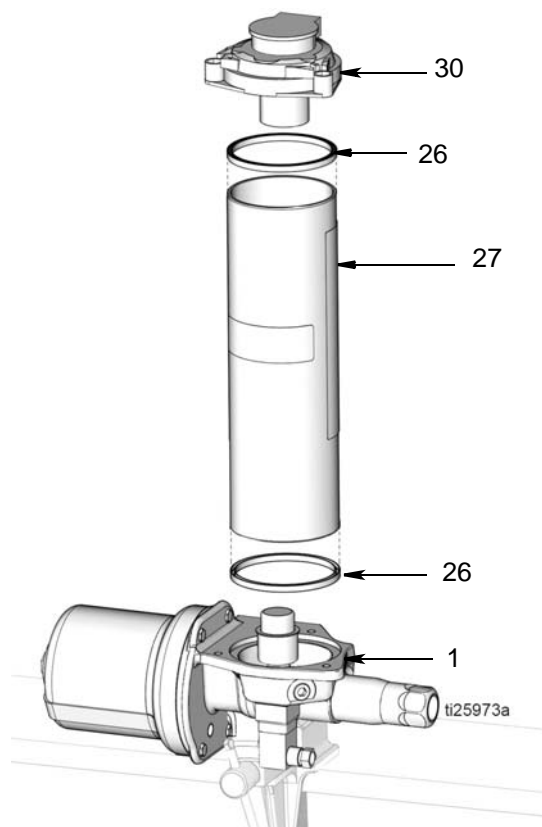

Рис. 15
11. Снимите резервуар (27) с основания насоса (1) (Рис. 15). Если заменяются прокладки резервуара (26), то удалите прокладки из резервуара. Для надлежащей утилизации утилизируйте прокладки в соответствии со всеми правовыми нормами.